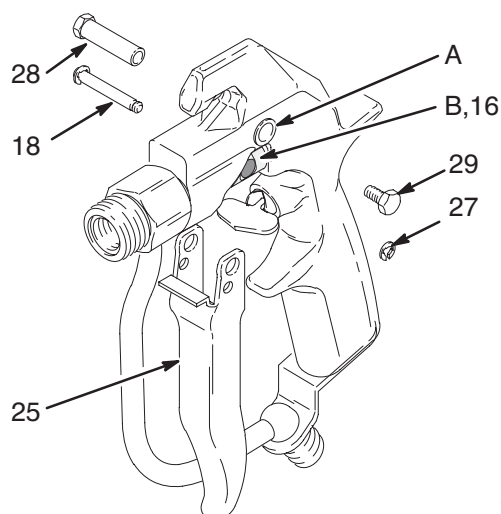

Рис. 20 04732
8. Выставьте положение курка (25) на корпусе пистолета-распылителя. Вставьте палец шарнира (28) в верхнее отверстие (A) и зафиксируйте винтом (29) на другой стороне. Установите один e-образный зажим (27) на одном конце пальца курка (18). Сдвиньте палец через нижние отверстия курка и через прорезь (B) в направляющую пружины (16) (при необходимости, поверните направляющую пружины для выравнивания). Установите другой e-образный зажим (27). См. Рис. 20.